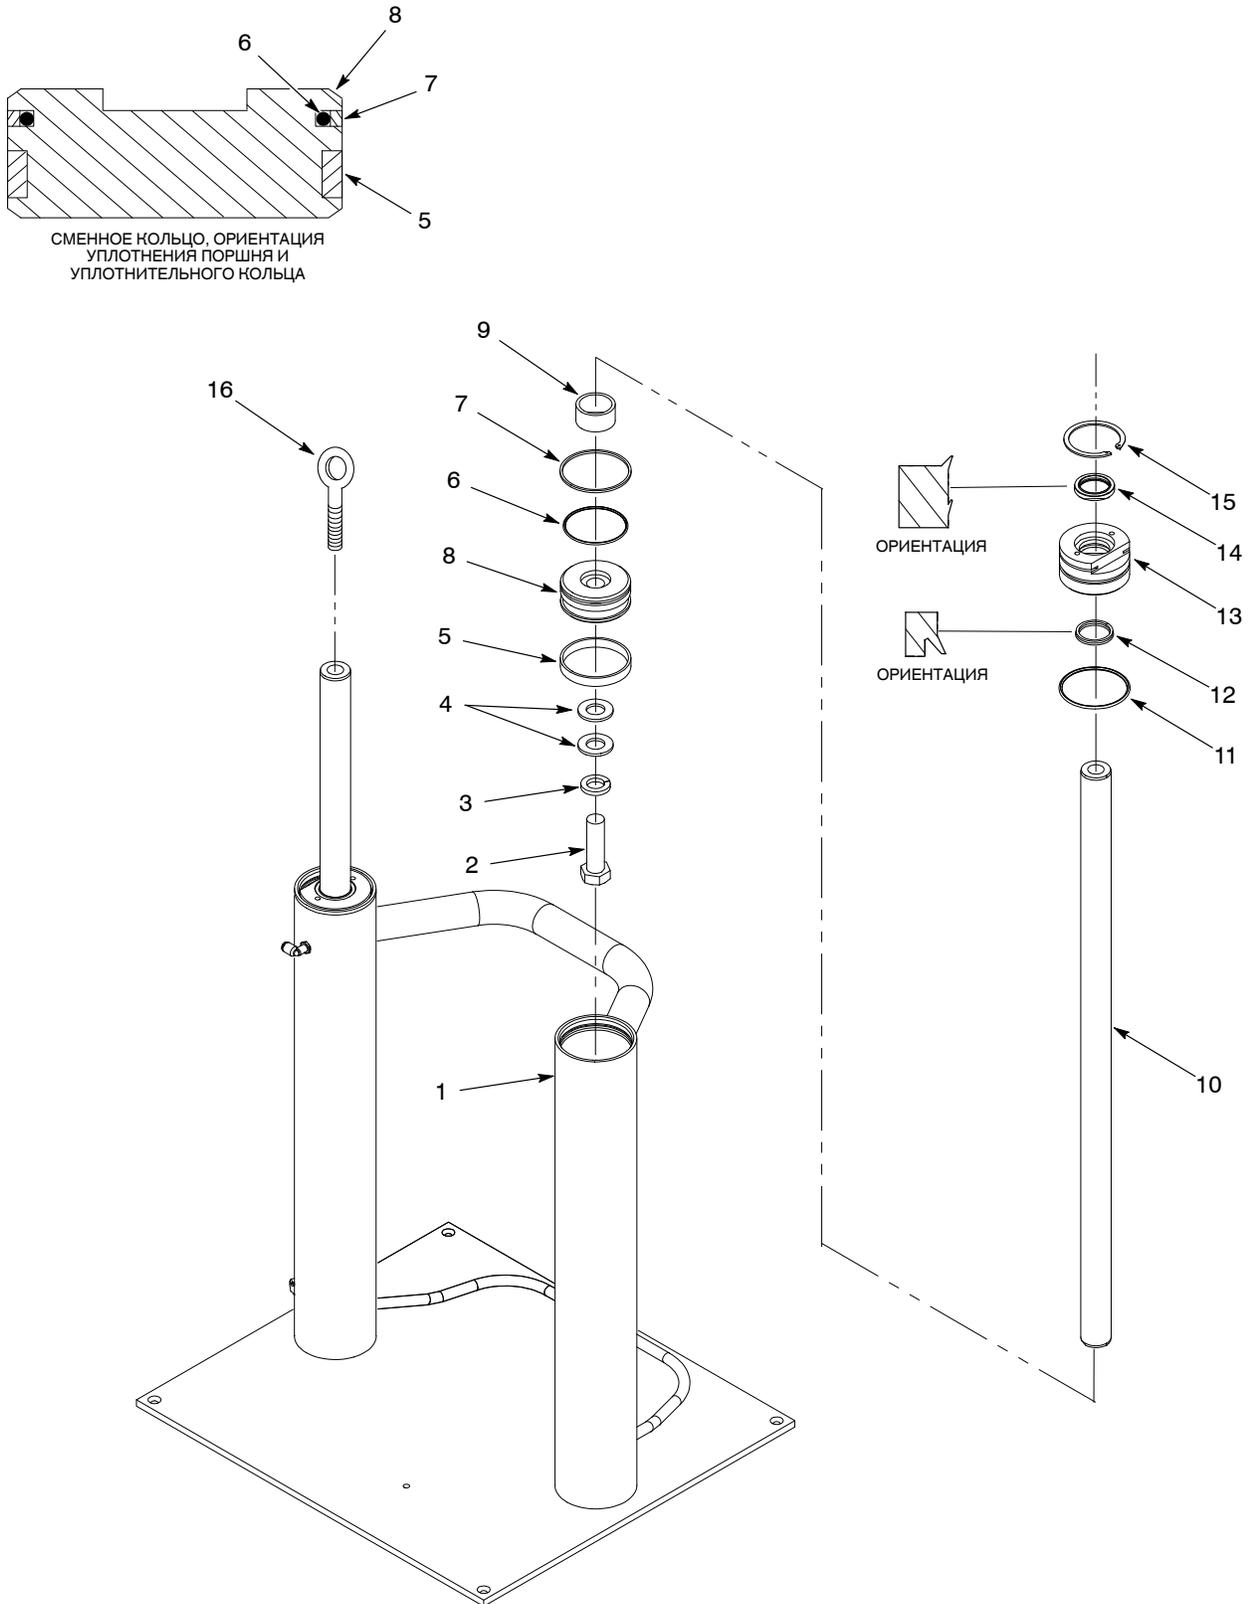

Рис. 5 Ремонт цилиндров малой рамы
- См. рис. 5. Ввернуть по рым-болту  $7/8$ -14 (16) в каждый шток цилиндра (10).
- Пометить положение головок цилиндров (13).
- Сжать стопорное кольцо (15) щипцами для внутренних стопорных колец.
- Удерживая стопорное кольцо сжатым, при помощи подъемного приспособления извлечь шток цилиндра (10) из пневмоцилиндра (1).
- Вывернуть рым-болты (16) из штоков цилиндров (10).
- Снять головки цилиндров (13) со штоков цилиндров (10). Снять с каждой головки цилиндра (13) маслосъемные кольца (14), сальники (12) и уплотнительные кольца (11).
- Вывернуть два винта с шестигранной головкой (2), снять стопорные шайбы (3) и плоские шайбы (4) со штоков цилиндров (10).
- Извлечь поршни (8) и втулки (9). Из каждого поршня (8) извлечь сменные кольца (5), сальники поршня (7) и уплотнительные кольца (6).
- См. рис. 5. Очистить внутренние стенки пневмоцилиндров (1). Во избежание коррозии немедленно нанести слой смазки для уплотнительных колец.
- Очистить поршни (8), головки цилиндров (13) и штоки цилиндров (10).
- Осмотреть головки цилиндров (13) на наличие повреждений их подшипников и заменить при необходимости. Подшипник обработан вместе с головкой.
- Смазать вазелином новые сальники (12) и новые маслосъемные кольца (14). Поставить данные детали на каждую головку цилиндра (13).
- Смазать новые уплотнительные кольца (11) смазкой для уплотнительных колец. Поставить уплотнительное кольцо на каждую головку цилиндра (13).
- Осмотреть поршни (8) на наличие повреждений и заменить при необходимости.
- См. рис. 5. Покрывать тонким слоем вазелина каждый шток цилиндра (10).
- Поставить втулку (9) на каждый шток цилиндра (10).
- Нанести Loctite 271 на резьбы винтов с шестигранной головкой (2). Установить поршни (8) на штоки цилиндров (10), используя плоские шайбы (4), стопорные шайбы (3) и винты. Затянуть винты моментом 258–264 Н•м (190–195 фут-фунтов).
- Аккуратно вставить шток цилиндра (10) в пневмоцилиндр (1) до упора. Аналогичным образом установить шток второго цилиндра.
- Установка головок цилиндров (13):
- Поставить стопорное кольцо (15), острой стороной вверх, на каждую головку цилиндра. Установить головку цилиндра на шток цилиндра (10).
- Сжать стопорное кольцо (15) щипцами для внутренних стопорных колец и вставить головку цилиндра в шток цилиндра (10). Убедиться, что стопорное кольцо вошло в канавку на пневмоцилиндре (1).